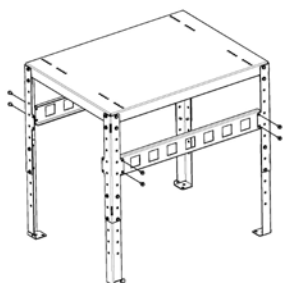

Fig. 33 - Montar os reforços
- Fixar as 2 travessas de reforço da estrutura (ver **Fig. 33**).